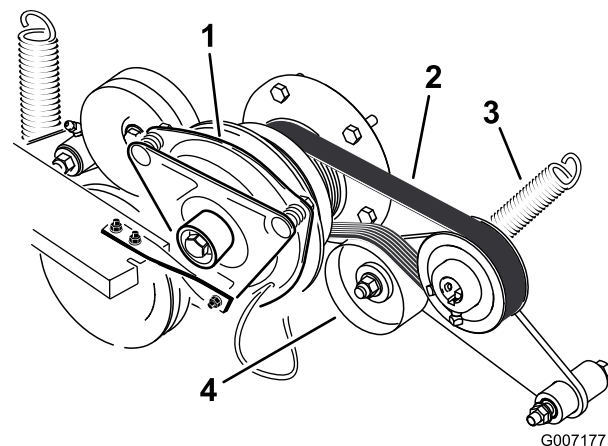

Figure 68
3. Décrochez le ressort du bras de la poulie de tension (Figure 68).
4. Montez la courroie neuve sur les poulies du moteur et des pompes hydrauliques (Figure 68).
6. Raccrochez le ressort au bras de la poulie de tension (Figure 68).